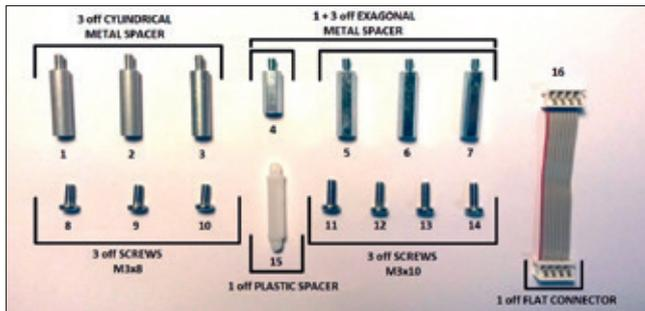

Abb. 49
- Der OM13-Bausatz besteht aus folgenden Teilen (siehe Abb. 49):